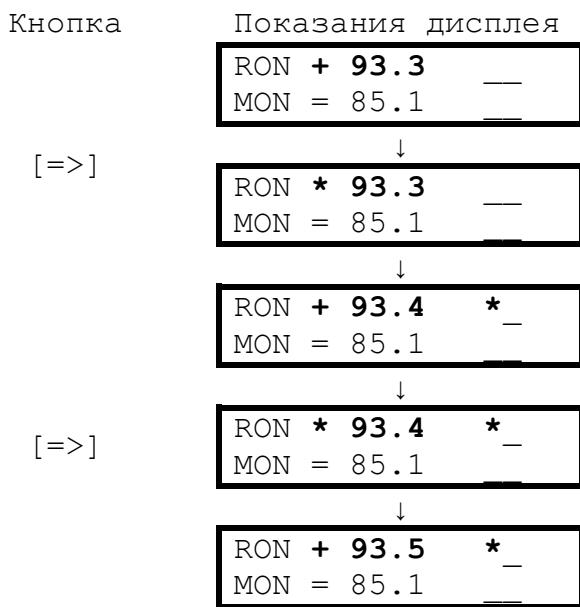

Рис. 6. Пример выполнения операции «+»
3.6.5. Довести значение корректируемого параметра до требуемой величины. Для этого необходимо производить нажатие кнопок [$<=$] или [$=>$]. При этом знак операции кратковременно заменяется знаком «*» (прибор обрабатывает поступившую информацию), а затем значение параметра изменяется. На рис.6 и 7 представлены примеры выполнения операций «+» и «<». Каждое нажатие кнопок [$<=$] или [$=>$] при использовании операций «+» и «-» производит изменение параметра на 0.1 ед. октанового (цетанового) числа. При использовании операций «<» и «>» изменение на 0.1 ед. октанового (цетанового) числа происходит не всегда, поэтому следует произвести при необходимости несколько нажатий.